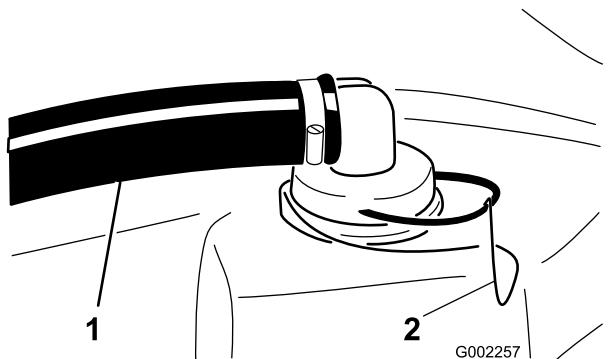

図 56
2. タンク上部の太いホースについている赤いフィッティングからリテーナを取り外す(図 56)。
3. タンクからホースを外す(図 56)。